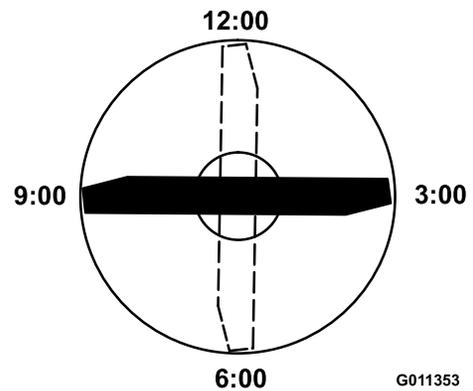

Figura 86
4. Orientate il tagliante dell'estremità marcata della lama sulle ore 12 (esattamente in avanti, nel senso di falciatura) (Figura 86) e misurate l'altezza tra il banco e il tagliante della lama.
5. Ruotate l'estremità marcata della lama sulle ore 3 e sulle ore 9 (Figura 86) e misurate le rispettive altezze.